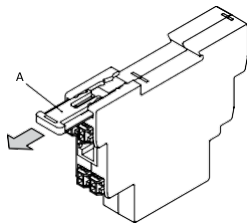

Fig. 2
Si está instalando Shelly Pro 3EM Switch Add-on en un dispositivo Shelly Pro 3EM que ya está conectado a la red eléctrica, verifique que los interruptores estén apagados y que no haya voltaje en los terminales del dispositivo Shelly Pro 3EM al que está conectando Shelly Pro 3EM Switch Add-on. Esto se puede hacer con un probador de fase o un multímetro. Cuando esté seguro de que no hay voltaje, puede proceder a instalar el complemento Shelly Pro 3EM Switch Add-on. Retire el soporte de montaje (A) del Shelly Pro 3EM, como se muestra en la imagen 2.
Se estiver a instalar o Shelly Pro 3EM Switch Add-on num dispositivo Shelly Pro 3EM que já se encontra conectado à rede de energia, verifique se os disjuntores estão desligados e que não existe qualquer voltagem nos terminais do dispositivo Shelly Pro 3EM onde está a conectar o Shelly Pro 3EM Switch Add-on. Esta operação pode ser executada com um medidor de fase ou um multímetro. Quando se certificar de que não existe qualquer voltagem, pode então prosseguir com a instalação do Shelly Pro 3EM Switch Add-on. Remova o suporte de montagem (A) do Shelly Pro 3EM, como mostrado na Fig. 2.